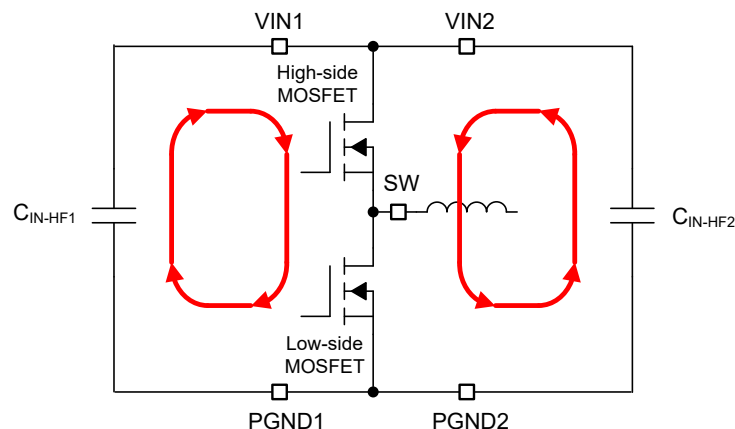

图 8-21. 输入电流环路
**图 8-21** 表示 LM64440-Q1 或 LM64460-Q1 功率级的高频率开关电源回路。降压转换器的拓扑结构意味着特别高的  $di/dt$  电流会在功率 MOSFET 和输入电容器中流动，因此，通过最小化有效功率环路面积来减少寄生电感是必须的。对于 LM64440-Q1 和 LM64460-Q1，应注意输入电容器基于位于 IC 封装两侧的 VIN 和 PGND 引脚的成对对称排列。高频电流分为两个部分并有效地反向流动，使相关磁场相互抵消，从而提高 EMI 性能。